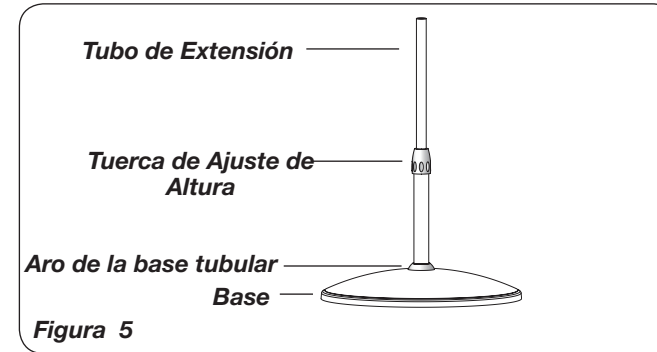

Figura 5
1. Coloque el aro de la base tubular sobre la base. Inserte el tubo de diámetro mayor en la base con un movimiento giratorio (*Figura 5*). Mientras que inserta el tubo en la base, girelo ejerciendo presión hasta que este tubo quede firmemente asentado en la base.